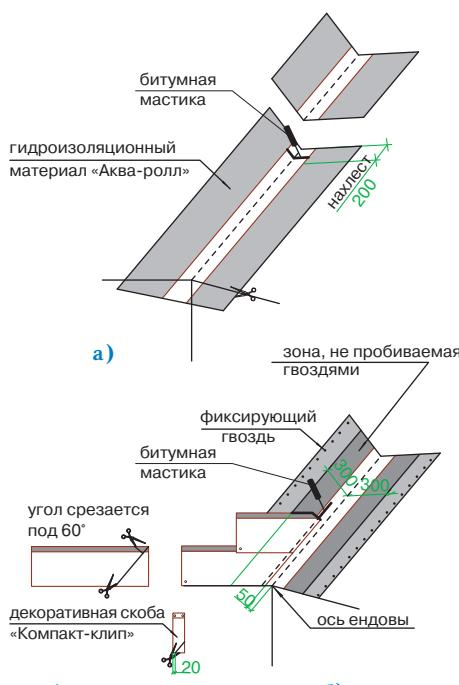

Рис. 3
### Ендова (рис. 3)
- ровно по центру ендovy расстилается специальный рулонный материал «Аква-ролл», фиксируется в верхней части двумя гвоздями и обрезается в нижней части по линии карниза (рис. 3а);
**Внимание:** 1. «Аква-ролл» должен доходить до линии конька и заводиться за нее. 2. «Аква-ролл» укладывается с нахлестом 20 см, место нахлеста тщательно обрабатывается битумной мастикой (рис. 3а).
- непосредственно перед укладкой в ендву черепицы, защитная пленка с лицевой стороны «Аква-ролла» снимается и на самоклеящуюся поверхность укладываются листы черепицы, обрезанные в соответствии с заранее отбитыми линиями (рис. 3б);
**Внимание:** 1. Необходимо также подрезать верхний уголок обрезанного края листа (см. рис. 3в) для правильного стока воды.
2. Крепление обрезанного листа к медной части «Аква-ролла» осуществляется при помощи сплошной полосы битумной мастики (рис. 3б).
4. В случае, если скоба «Компакт-клип» приходится на место обреза листа, можно либо обрезать накладку, оставив минимум 2 см в нижней части (рис. 3в), либо произвести укладку листов без использования накладки.